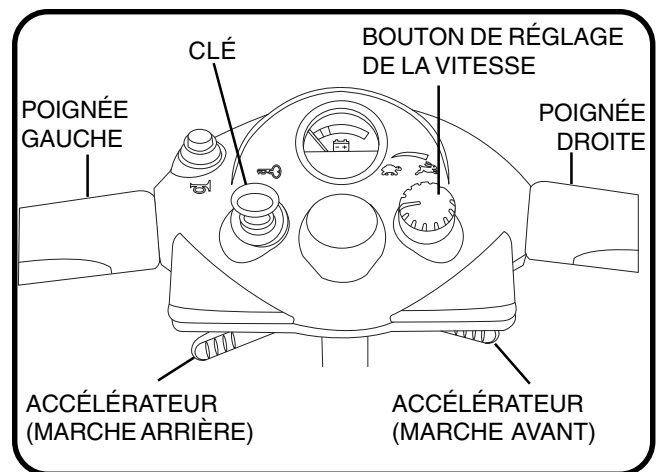

Figure 4.2 Contrôles du guidon
1. Réglez le bouton de vitesse au niveau désiré. (Fig 4.2).
3. Pesez sur l'accélérateur droit pour avancer ou sur le gauche pour reculer (Fig. 4.2).
4. Tirez le guidon vers la gauche pour avancer vers la gauche et vers la droite pour aller vers la droite. Placez le guidon au centre pour avancer en droite ligne. (Fig. 4.2).